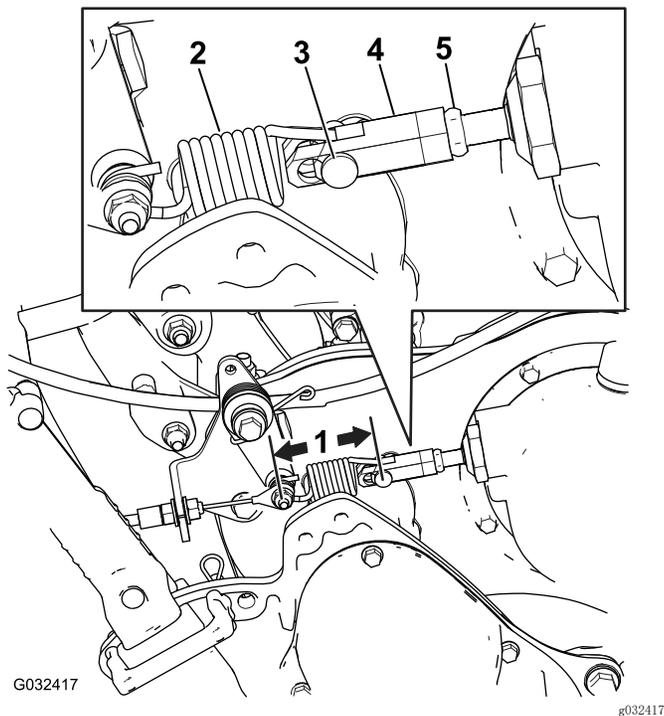

图48
2. 测量从柱销到驱动控制弹簧任一端的距离（图48）；如果介于 7.3~7.6cm，请根据以下步骤调节离合器。
- B. 松开螺丝扣上的锁紧螺母，取下柱销，然后从螺丝扣上断开弹簧（图48）。
- F. 测量从柱销到驱动控制弹簧任一端的距离（图48）；重复步骤 A 至 F，直至距离介于 7.3~7.6cm 之间。